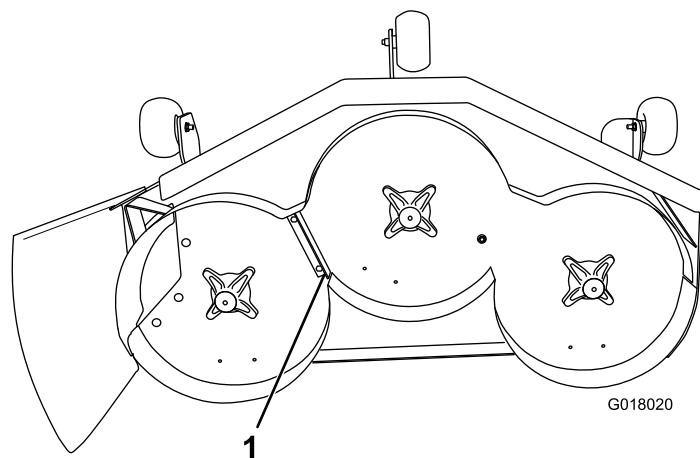

Figura 4
15. Instale el deflector Recycler usando 2 tornillos autorroscantes (5/16 x 3/4 pulgada) en la posición indicada en Figura 4.